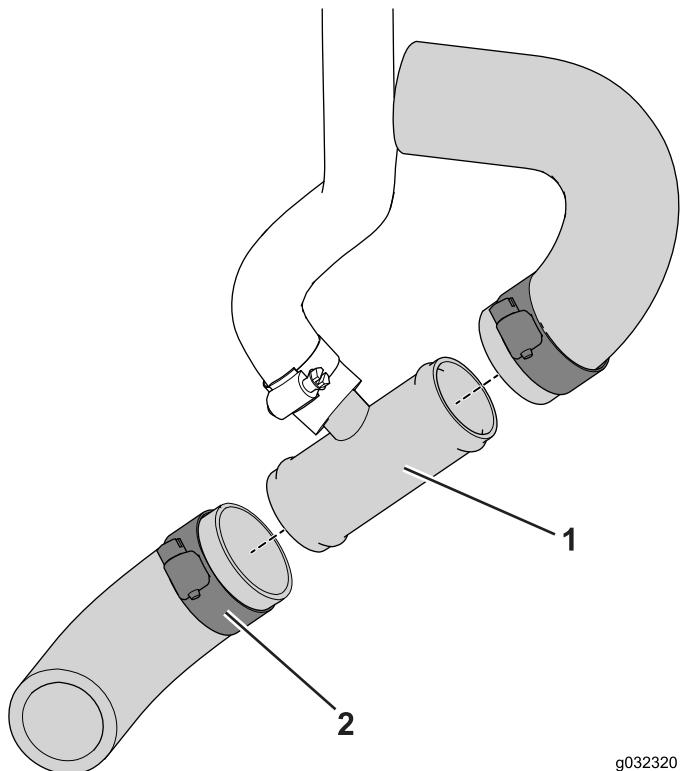

Figura 13
3. Coloque los extremos cortados en el acoplamiento en T y sujetelos con abrazaderas ($\frac{3}{4}$ " a $1\frac{1}{2}$ "), como se muestra en la Figura 13.